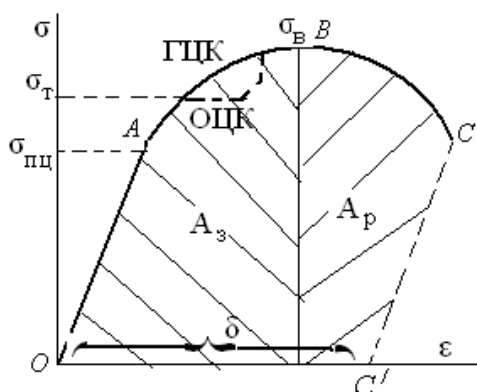

Рис. 2.3. Диаграмма деформации
Диаграмма деформации – изменение размеров образца под действием приложенной силы в координатах $\sigma - \epsilon$ (рис. 2.3).
Точка B соответствует *временному сопротивлению разрыва* или *пределу прочности* σ_B , т. е. наибольшему напряжению, которое может выдержать материал до разрушения (см. рис. 2.3).
Гладкая диаграмма соответствует материалам с ГЦК решеткой. В случае материала с ОЦК решеткой диаграмма несколько изменяется. На ней образуется площадка текучести, т. е. напряжение не изменяется, а размеры образца изменяется, как бы текут (см. рис. 2.3).
9. Из рис. 2.3 видно, что деформация, когда напряжение достигло значения $\sigma_{\text{в}}$, происходит при понижающих напряжениях. Подумайте, значит ли это, что действительное сопротивление материала деформированию начиная от $\sigma_{\text{в}}$ уменьшается.